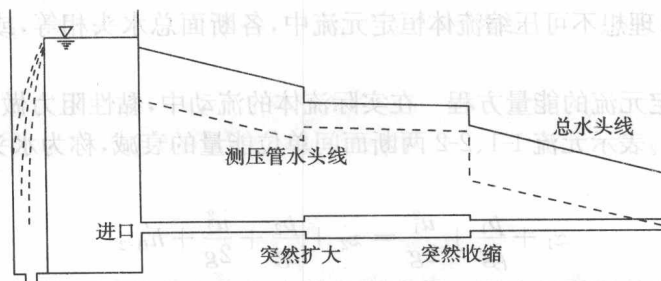

图 10-4 总水头线和测压管水头线
图 10-4 所示是典型的总水头线和测压管水头线,需要注意的有以下几点:①由于有沿程损失和局部损失的存在,总机械能沿程减小,总水头线总是沿程下降的。而由于能量之间存在转化关系,测压管水头可以上升,也可以下降。②有局部损失的地方总水头突然下降。③等管径的地方两线平行,间距为速度水头。④流量及粗糙度相同条件下,管径小处水头线斜率较大。